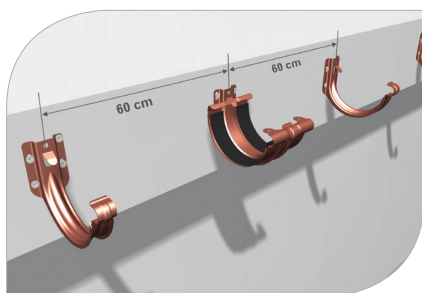

рис. 4
- 1.8 В системе Galeco STAL соединитель на кронштейне монтируется неподвижно к лобовой доске, что стабилизирует систему (**рис. 4**)
- 3.5 Если для присоединения желобов вы используете соединитель на кронштейне, то смонтируйте его на расстоянии 60 см от соседних кронштейнов (**рис. 4**)
- 3.11 Вторым способом соединения желобов является монтаж соединителя на кронштейне (**рис. 4, 25, 26, 27**)